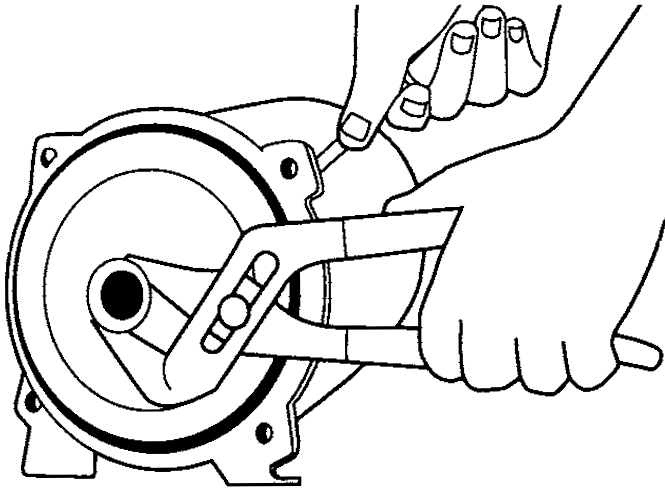

Figure 17 – Dépose du venturi
4. Sur les modèles de 1/2 ch, dévisser le tube du venturi de l'impulseur. Sur les modèles de 3/4 et de 1 ch, le tube de venturi est vissé dans le carter de la pompe (Figure 17).